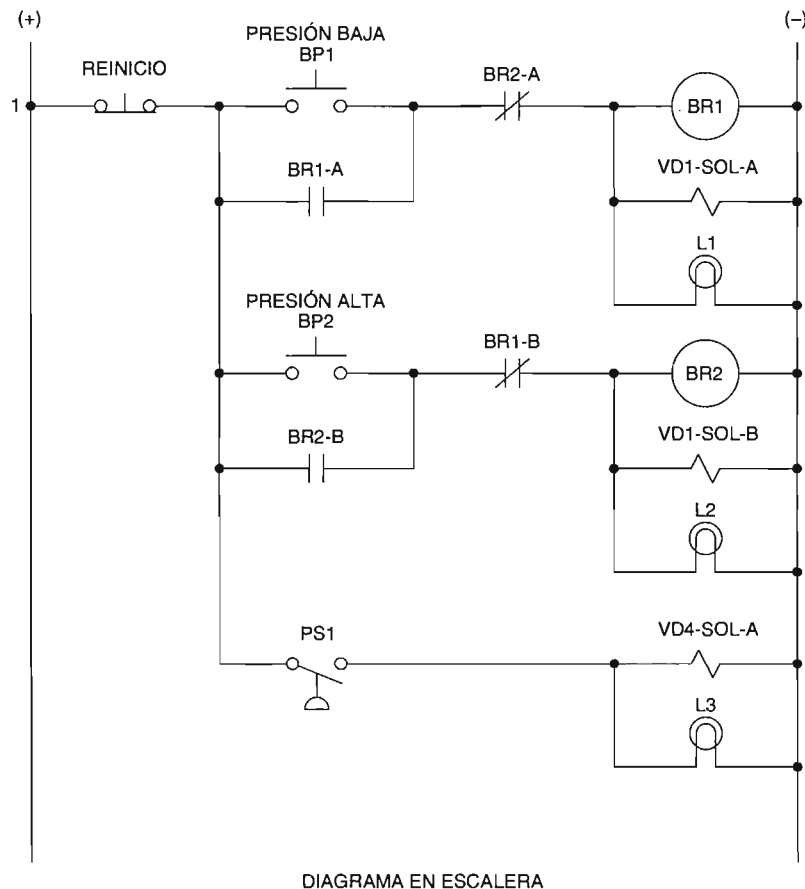

Figura 3-12. Diagrama en escalera de un sistema de presión múltiple.
- ☐ 25. Consultando el diagrama en escalera en la figura 3-12, explique por qué el aire comprimido es liberado.